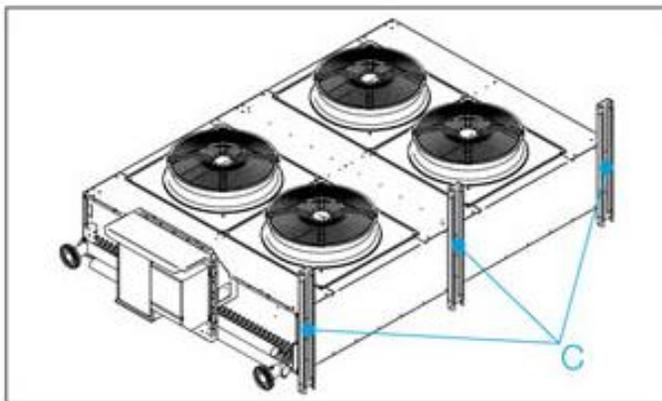

Fig. 3
- Démontez les barres support « C » (Fig. 3)